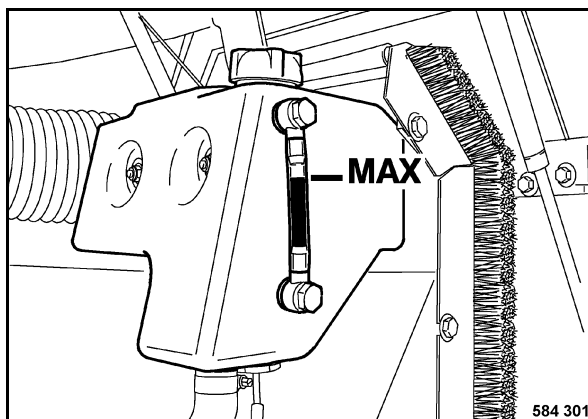

Fig. 170
- Desenroscar la tapa y completar el nivel del refrigerante hasta la marcación MAX (Fig. 170).